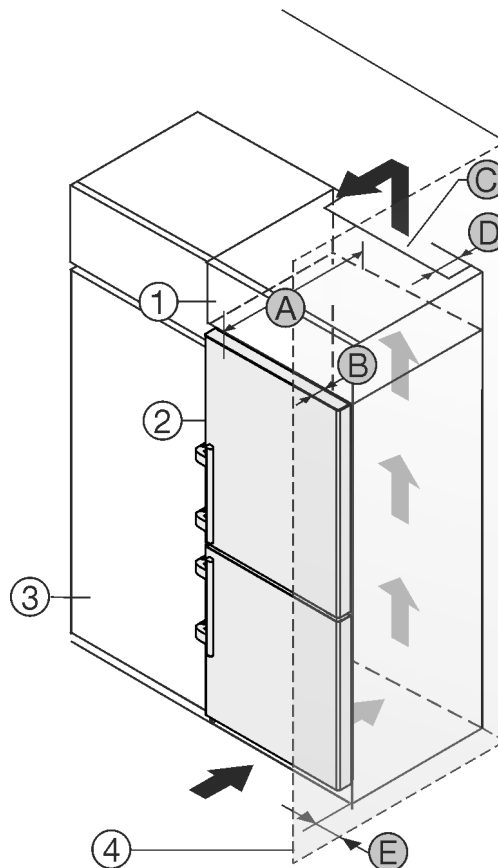

Fig. 2
- (1) Uzliekams skapītis \*
- (2) Ierīce \*
- (3) Virtuves skapis \*
- (4) Siena \*
- (A) Ierīces dziļums \*
- (B) Durvju dziļums \*
- (C) Pieplūdes ventilācijas sprauga \*
- (D) Ierīces mugurpuses attālums \*
- (E) Attālums līdz ierīces sānam \*
Jūs varat uzstādīt ierīci tieši blakus virtuves skapim *Fig. 2 (3)*.\*
Uzliekamā skapīša aizmugurē jābūt ventilācijas spraugai ar dziļumu *Fig. 2 (D)* visa uzliekamā skapīša platumā.\*
Zem telpas grieztiem jāievēro ventilēšanas šķērsriezums *Fig. 2 (C)*.\*
Ja jūs uzstādāt ierīci ar eņģēm blakus sienai *Fig. 2 (4)*, tad atstatumam starp ierīci un sienu jābūt vismaz 57 mm. Tas atbilst atlikušajam attālumam līdz rokturim pie atvērtām durvīm.\*
Lai jūs varētu pilnīgi atvērt durvis, ierīcei jābūt izvirzītai par durvju dziļumu *Fig. 2 (B)* attiecībā pret virtuves skapja priekšdaļu. Atkarībā no virtuves skapju *Fig. 2 (3)* dziļuma un sienas spraišļu izmantošanas ierīce var būt vairāk izvirzīta.\*